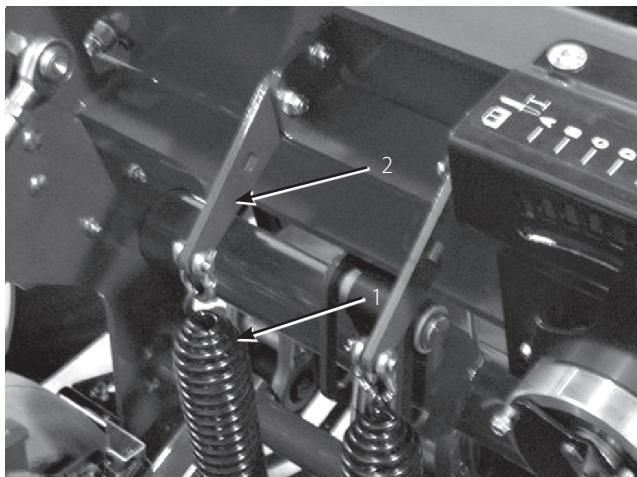

図 37
- スプリング・ブラケットをコアリング・ヘッドに固定しているキャリッジボルトのナットをゆるめる。取り外さないこと(図37)。